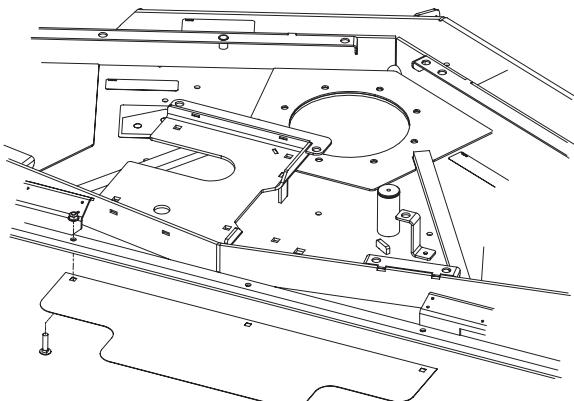

Figure 4
- Montez le déflecteur arrière à l'arrière du plateau de coupe au moyen de (3) boulons de carrossier 5/16 x 1/4 pouce et d'écrous à embase. Positionnez le déflecteur comme illustré à la figure 4.